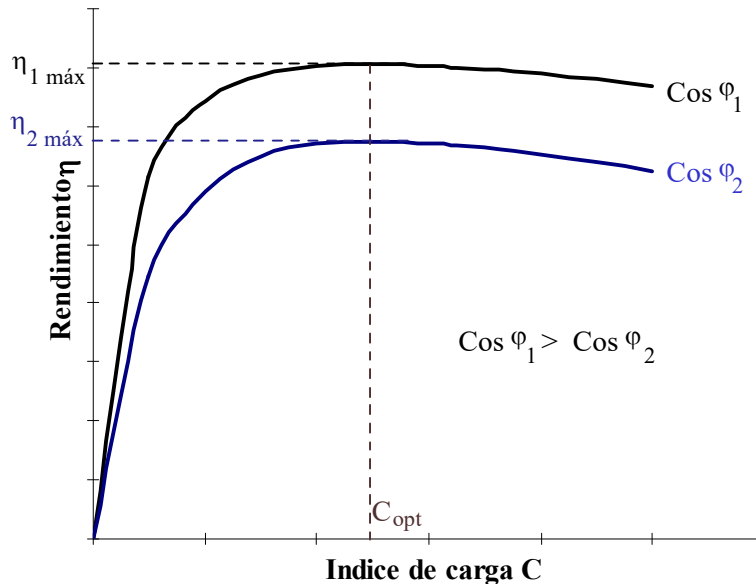

Fig. 5:
En la Fig. 5 se han representado varias curvas en las que se aprecia cómo varía el rendimiento η en función del índice de carga C a factor de potencia constante. Estas curvas se han dibujado aplicando la relación (18). Se puede apreciar que hay un índice de carga C_{opt} con el cual, para un factor de potencia dado, el transformador funciona a su máximo rendimiento $\eta_{m\acute{a}x}$. Este índice de carga óptimo es común para todos los factores de potencia y se produce cuando las pérdidas variables igualan a las fijas:
Aunque para todos los factores de potencia el rendimiento máximo se produce con el mismo índice de carga C_{opt} , en la Fig. 5 se puede apreciar que el rendimiento máximo $\eta_{\text{máx}}$ varía con el factor de potencia siendo mayor cuanto mayor es éste. Por lo tanto, el mayor de los rendimientos máximos se produce para factor de potencia unidad: